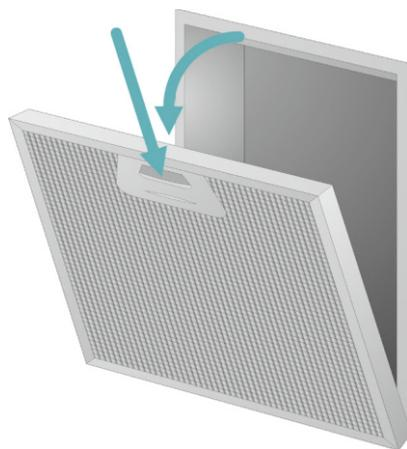

Рис. 12 Снятие алюминиевого жироулавливающего фильтра
1. Нажмите на защелки на жиरोулавливателе фильтра и снимите фильтр. (Рис. 12)